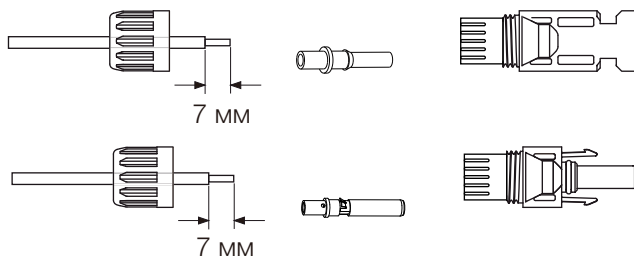

Рис. 5.3 Снятие колпачковой гайки коннектора
- a) Зачистите кабель постоянного тока примерно на 7 мм, снимите колпачковую гайку коннектора (см. рисунок 5.3).